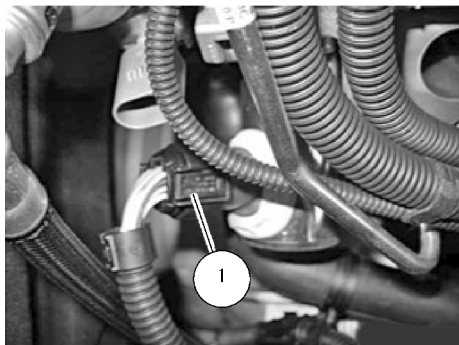

图 14-4 脱开伺服电动机插头
- 1) 脱开伺服电动机上的插头连接 1，如图 14-4 所示。